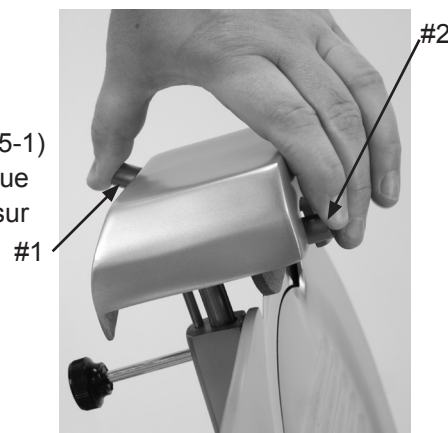
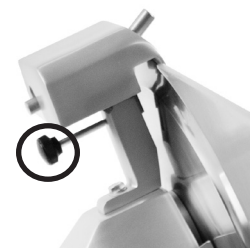

Figure 15-1
Figure 15-2
2. Poussez en même temps sur le bouton de la pierre à meuler # 1 (Fig. 15-1) et sur le bouton de la pierre à aiguiser # 2 (Fig. 15-2) de manière à ce que les deux pierres soient en contact avec la lame. Maintenez la pression sur les boutons pendant 5-10 secondes.
2. Poussez sur le bouton #1 de la pierre à meuler (Fig. 15-1) de manière à ce que la pierre aiguisé la face arrière de la lame. Maintenez la pression sur le bouton pour 30 secondes.
3. Poussez en même temps sur le bouton de la pierre à meuler # 1 (Fig. 15-1) et sur le bouton de la pierre à aiguiser # 2 (Fig. 15-2) de manière à ce que les deux pierres soient en contact avec la lame. Maintenez la pression sur le bouton pour 5 secondes.
4. Serrez la molette de déverrouillage de l'affûteur (Fig. 15-2).